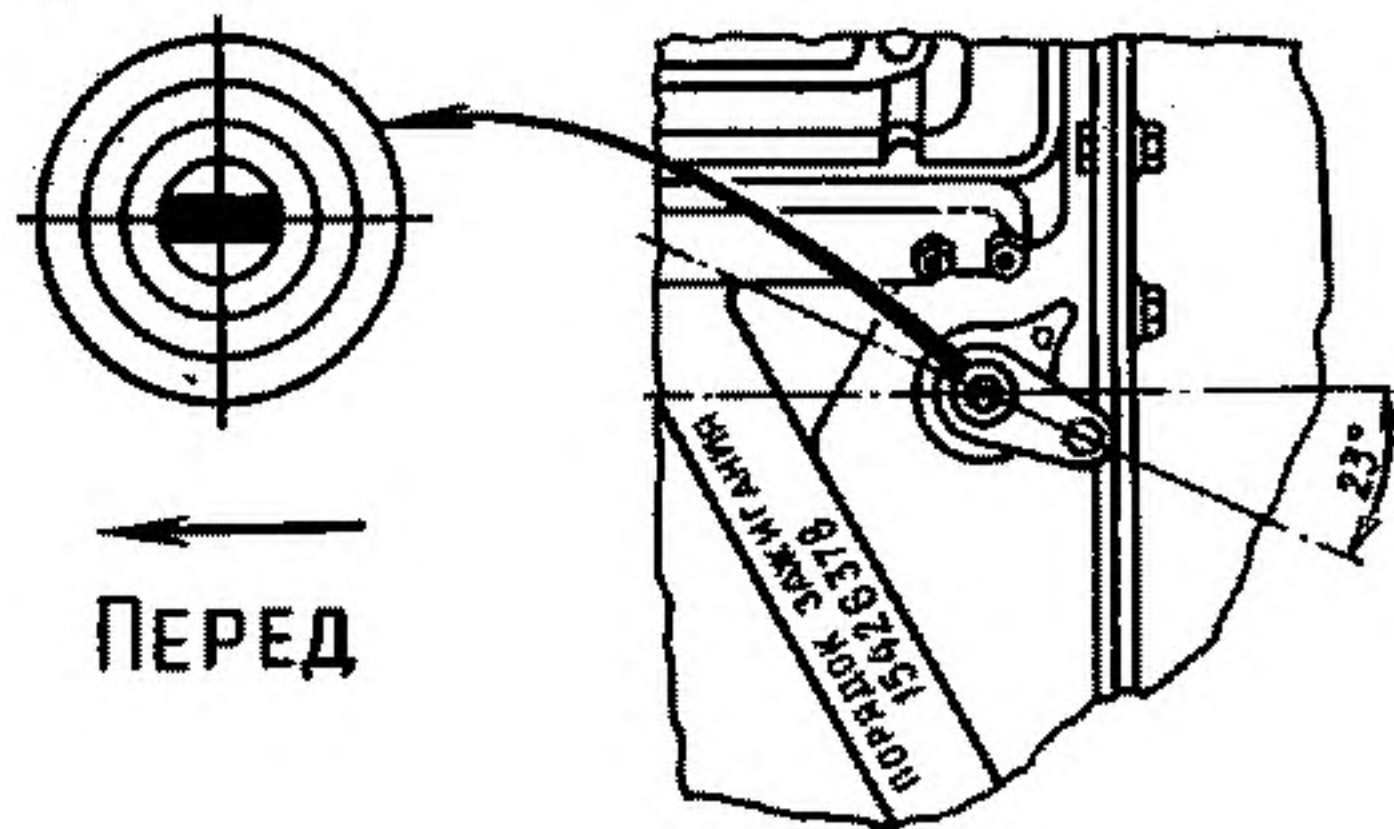

Рис. 33. Установка привода датчика-распределителя и распределителя
2. Вставить привод датчика-распределителя в отверстие блока так, чтобы прорезь в валике привода была направлена вдоль оси двигателя и смещена влево по ходу автомобиля (рис. 33).
3. Закрепить корпус привода держателем и гайкой так, чтобы кронштейн с резьбовым отверстием, имеющийся на корпусе привода, был направлен назад по ходу автомобиля и повернут примерно на 23° влево от продольной оси двигателя, как показано на рис. 33.
2. Вставить привод распределителя в отверстие блока так, чтобы прорез в валике привода была направлена вдоль оси двигателя и смещена влево по ходу автомобиля (рис. 33).
3. Закрепить корпус привода распределителя держателем и гайкой так, чтобы кронштейн с резьбовым отверстием, имеющийся на корпусе привода распределителя, был направлен назад по ходу автомобиля и повернут примерно на 23° влево от продольной оси двигателя, как показано на рис. 33.